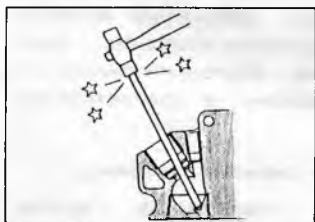
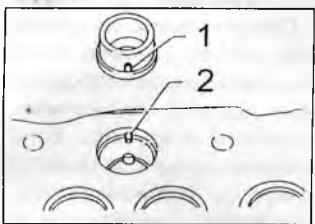

Рис. 44
Рис. 45
В дизельных двигателях возможны разнообразные конструктивные исполнения камеры сгорания, которые можно разделить на две большие группы: камеры сгорания в днище поршня (неразделенная камера сгорания) и камеры сгорания вне цилиндра (разделенная камера сгорания). Форма камеры сгорания должна обеспечивать нормальное распыление поступающего топлива. В случае второго варианта конструктивного исполнения камера сгорания устанавливается в головке блока цилиндров. Камера сгорания заменяется при наличии на ее поверхности раковин и других значительных повреждений. Снимите форсунку, свечу прогрева и с помощью специальной выколотки или металлического стержня соответствующего диаметра выбейте камеру сгорания (Рис. 44). Для установки новой камеры сгорания нагрейте головку блока цилиндров до температуры 150-160°C, установите камеру сгорания таким образом, чтобы выступ (1) совместился с выемкой (2) в углублении для камеры сгорания (Рис. 45), и забейте ее